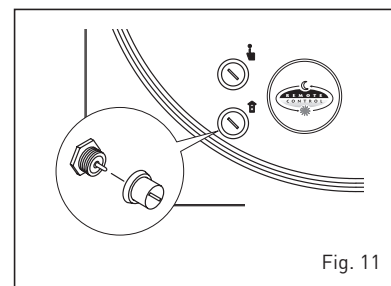

Fig. 11
- Connettore "Albatros" (15 fig. 11)
È una sicurezza contro il reflusso dei fumi in ambiente per inefficienza od otturazione parziale della canna fumaria (fig. 11). Interviene bloccando il funzionamento della valvola gas quando il rigetto dei fumi in ambiente è continuo, e in quantità tali da renderlo pericoloso. Per poter consentire la ripartenza della caldaia svitare la copertura del termostato e riarmare il pulsante sottostante. Dopo 10 min. dal riarmo del termostato, la scheda elettronica riattiva la caldaia. Per un ripristino immediato, dopo aver